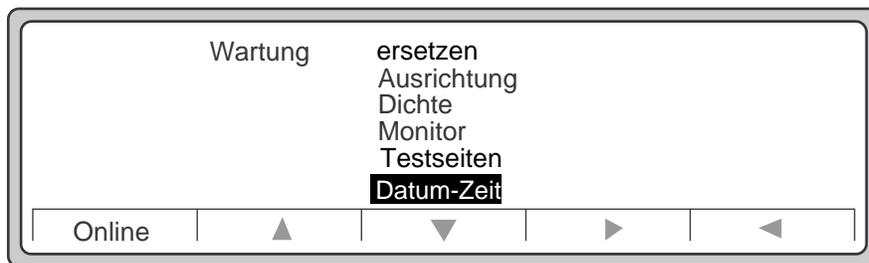

Abbildung 2-83 Datum-Zeit
4. Heben Sie mit Hilfe des **Abwärtspeils** die Einstellungen **Datum-Zeit** hervor (siehe Abbildung 2-83).